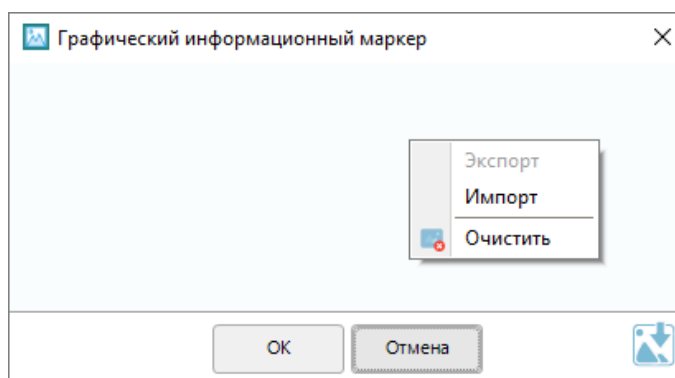

Рисунок 6-488 Контекстное меню окна "Графический информационный маркер"
- щелкните правой клавишей мыши в поле отображения графической информации и выберите в контекстном меню (см. Рисунок 6-488) команду «Импорт». Откроется диалоговое окно выбора файла (поддерживаемые форматы – bmp, jpeg, jpg, png).